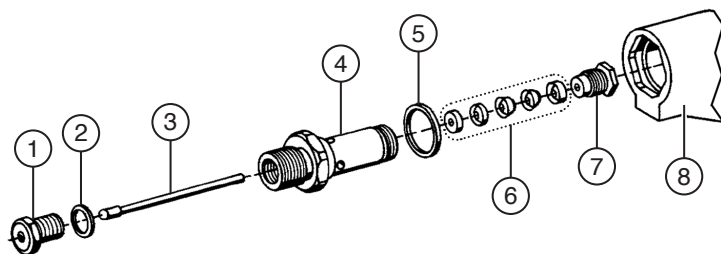

Рис. 17: Комплект уплотнений и игла клапана
3. Вставьте торцовый шестигранный ключ, входящий в комплект поставки, в одно из отверстий на направляющей втулке (см. Рис. 17 на стр. 40).
4. Поверните направляющую втулку так, чтобы резьбовой штифт встал в паз корпуса пистолета (см. Рис. 17 на стр. 40).